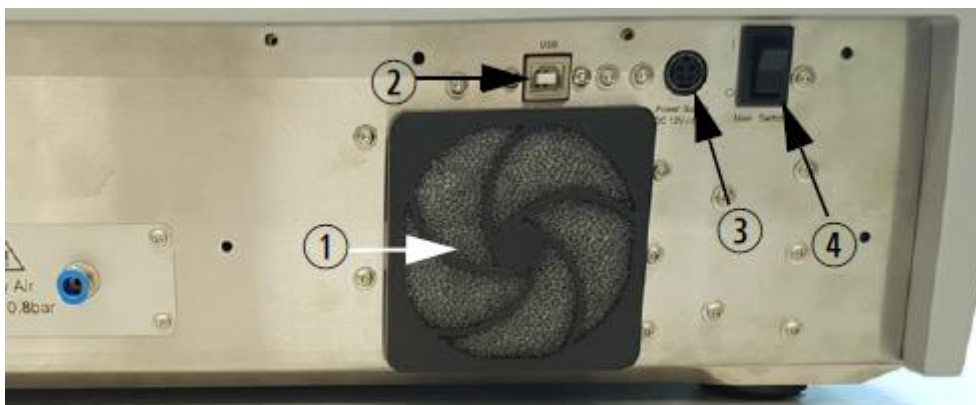

图 10: 1 冷却风扇 2 USB 插口
内置强有力的冷却风扇散热系统（图 10①），确保气流没有阻塞。
3. 通过 USB 连接线连接设备和电脑（如图 10②）
4. 将交流/直流适配器链接到电源（如图 10③）
7. 打开设备开关（图 10④）
测量前 10min 打开设备开关（图 10④）。